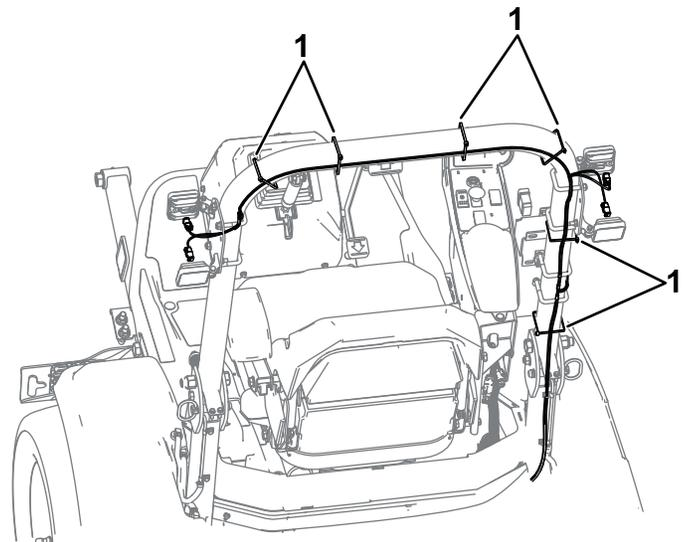

Bild 4
1. Verlegen Sie den Kabelbaum und befestigen Sie ihn mit Kabelbindern lose am Überrollbügel, wie in Bild 4 dargestellt.